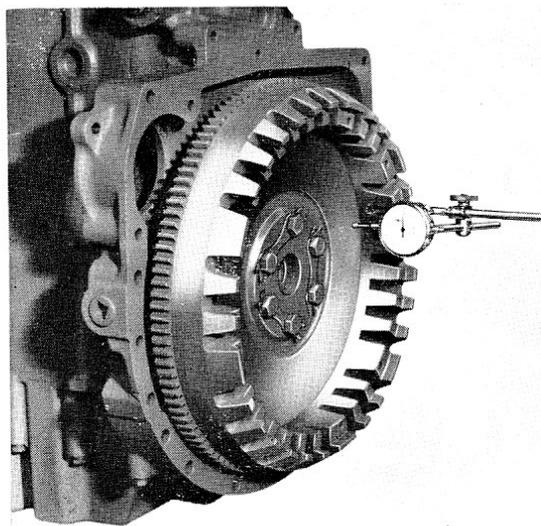

Fig. 43
- 4° Mesurer le voilement du volant sur la face d'embrayage (fig. 43).